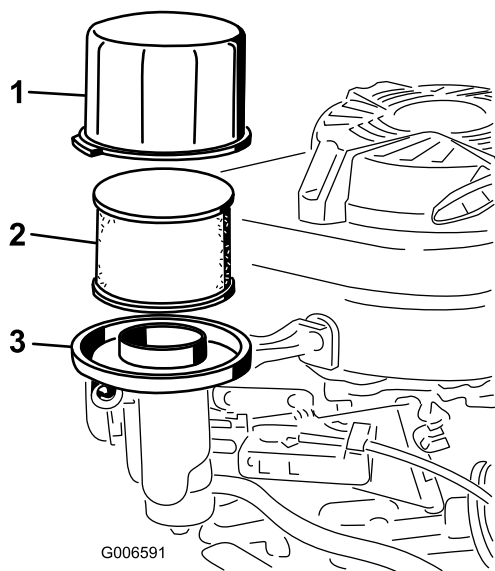

Figure 27
3. Déposez le couvercle et nettoyez-le soigneusement (Figure 27).
4. Déposez le préfiltre en mousse et l'élément en papier (Figure 27).
5. Retirez le préfiltre en mousse de l'élément en papier (Figure 27), et remplacez l'élément papier s'il est très encrassé.